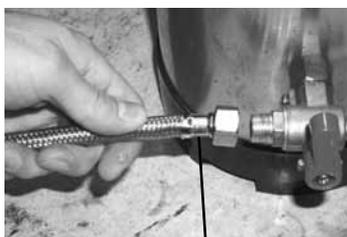

Figura 2
- 2) Collegare con il tubo **36** in gomma trecciato inox (da 1600 mm) l'uscita dell'addolcitore con il nipples dell'impianto idraulico della macchina per caffè (figura 2 - 3).